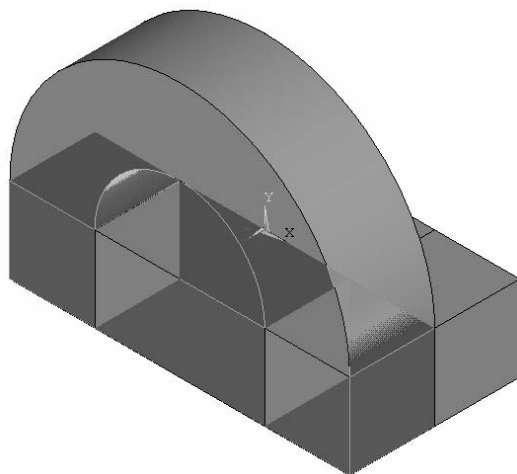
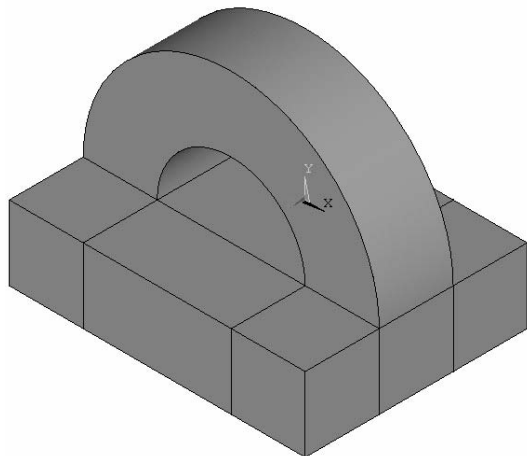
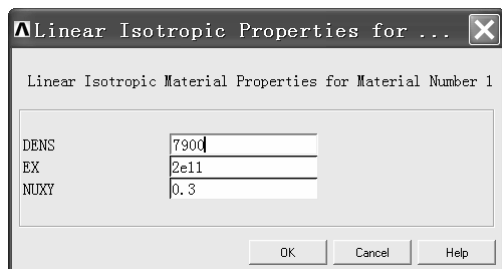

图 3-153 选中最初生成的三个方块
图 3-154 建立完整模型
图 3-155 “Linear Isotropic Properties for ...” 窗口
(8) 依次选择 Main Menu>Preprocessor>Modeling>Copy>Volumes, 弹出“Copy Volumes”窗口, 单击选中最初生成的三个方块(见图 3-153), 然后单击“OK”按钮, 弹出“Copy Volumes”窗口。在“Copy Volumes”窗口中“Z-offset in active CS”后的方框中输入“0.5”, 然后单击“OK”按钮又生成三个方块(见图 3-154)。
(9) 依次选择 Main Menu>Preprocessor>Modeling>Operate>Booleans>Glue>Volumes, 弹出“Glue Volumes”窗口。单击“Pick All”按钮, 模型首先被分块建成, 这里用“Glue”命令将分块结合在一起。
(10) 依次选择 Main Menu>Preprocessor>Material Props>Material Models, 弹出“Define Material Model Behavior”窗口, 单击该窗口右边的“LS-DYNA”, 继续单击“Linear”→“Elastic”→“Isotropic”, 弹出“Linear Isotropic Properties for ...”窗口。按照图 3-155 所示在该窗口的输入框内分别输入数据, 然后单击“OK”按钮返回到“Define Material Model Behavior”窗口。单击“Define Material Model Behavior”窗口右上角的叉号关闭该窗口。